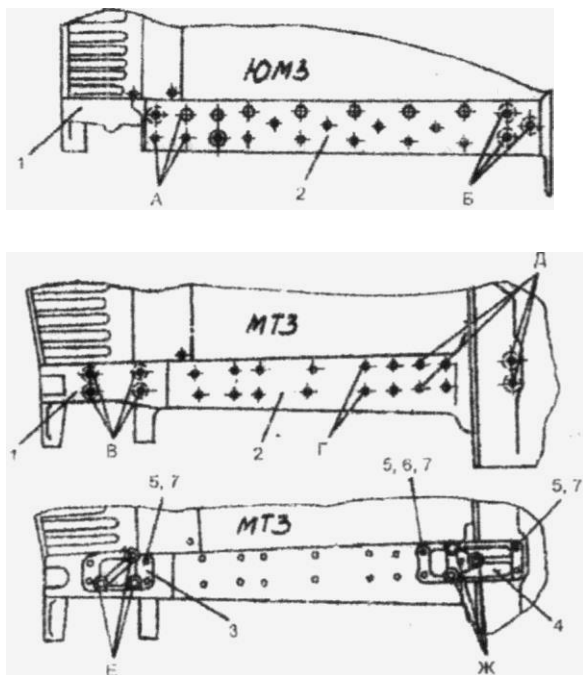
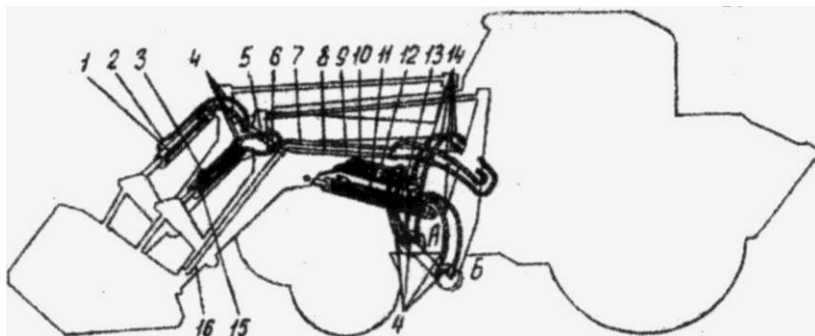

Рис. 3. Подготовка к установке панелей навески:
Рис. 4. Монтаж гидросистемы:
6.3. Установить переходные кронштейны 11 рис.4 на отверстия В рис.3. При этом обратить внимание на правильность установки правого и левого кронштейна, лыска на опорной пластине должна быть направлена вперёд вниз. Установить переходные кронштейны 12 рис. 4 на отверстия Д рис.3 при помощи болтов М16*40 и гаек М16.
6.4. Установить стойки погрузчика 2 рис. 4 на переходные кронштейны. Обратить внимание на правильность установки правой и левой стоек, как показано на рис.2 и 4.
6.5. Установить стрелу на кронштейны 14 рис.4 стоек погрузчика при помощи пальцев 4 (приложение 1), поперечной балкой 1 рис.4 вперёд.
6.6. Установить гидроцилиндры 4 рис.4 основанием к стойке погрузчика штоком к стреле, штуцерами вниз. Гидроцилиндры установить в кронштейн 13 стойки и 17 стрелы рис.4 соответственно при помощи пальцев 1 (приложение1)
6.7.1. Соединить длинные тяги 10 рис.4 с кронштейнами 15 рис.4 при помощи пальцев 5 (приложение 1). Обратить внимание, чтобы пресс маслѐнка во втулках тяг были направлены вверх. Второй конец тяги соединить со стойками 8 рис.4 с помощью верхней перекладины 9 рис.4 (как показано на схеме).
6.7.2. Установить стойки стабилизатора 8 на отверстия 18 рис.4 стрелы, вставить пальцы 3 (положение 1).
6.7.3. Установить передние стойки стабилизатора 7 рис.4 на кронштейны 16 рис.4 стрелы при помощи пальцев 3 (приложение 1).
6.7.4. Установить гидроцилиндры 5 рис.4 на кронштейны средней стойки стабилизатора 8 рис.4 основанием, штоком на кронштейн передней стойки 7 рис.4 с помощью пальцев 2 (приложение 1)
6.7.5. Установить короткие тяги 6 рис.4 в кронштейн передних стоек 7 рис.4 при помощи пальцев 4 (приложение 1). Обратить внимание чтобы пресс маслѐнки во втулках тяг были направлены вверх.
6.8. Установить нижнюю перекладину 19 рис .4 на кронштейны 20 рис.4 при помощи болтов М16*40 и гаек М16.
6.9.Установить швеллера 3 рис.4 пердним краем на кронштейны стойки погрузчика 21 рис.4при помощи болтов М16*55 2шт, М16*40 4шт и гаек М16, задним краем на корпуса полуосей трактора при помощи шпилек и гаек М16.
Соединить штоковую полость гидроцилиндра 13 (рис. 4) РВД 4 длиной 0,7 м с выводом трубопровода 19 (выноска «Б») а штоковую пометь гидроцилиндра 10 РВД 4 длиной 0,7 м с